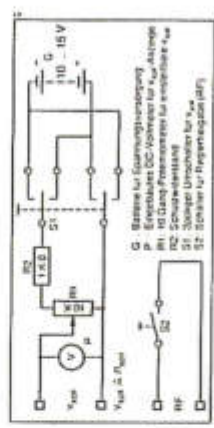

Abb. 12: Batteriespeisegerät
- Batteriespeisegerät für einstellbare Sollwertvorgaben bis ±10 V (siehe Abb. 12).